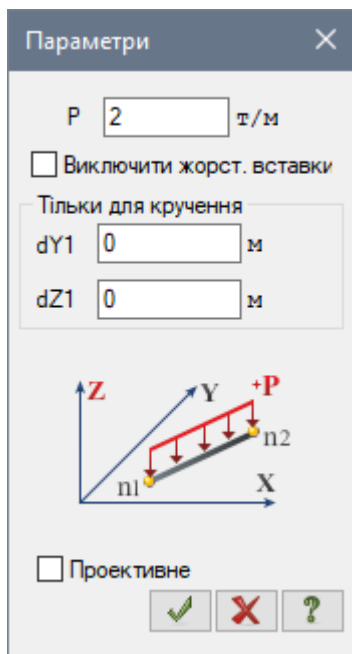

Рис. 3.22. Діалогове вікно Параметри
- В цьому вікні задайте інтенсивність навантаження  $p = 2$  т/м (рис. 3.22).